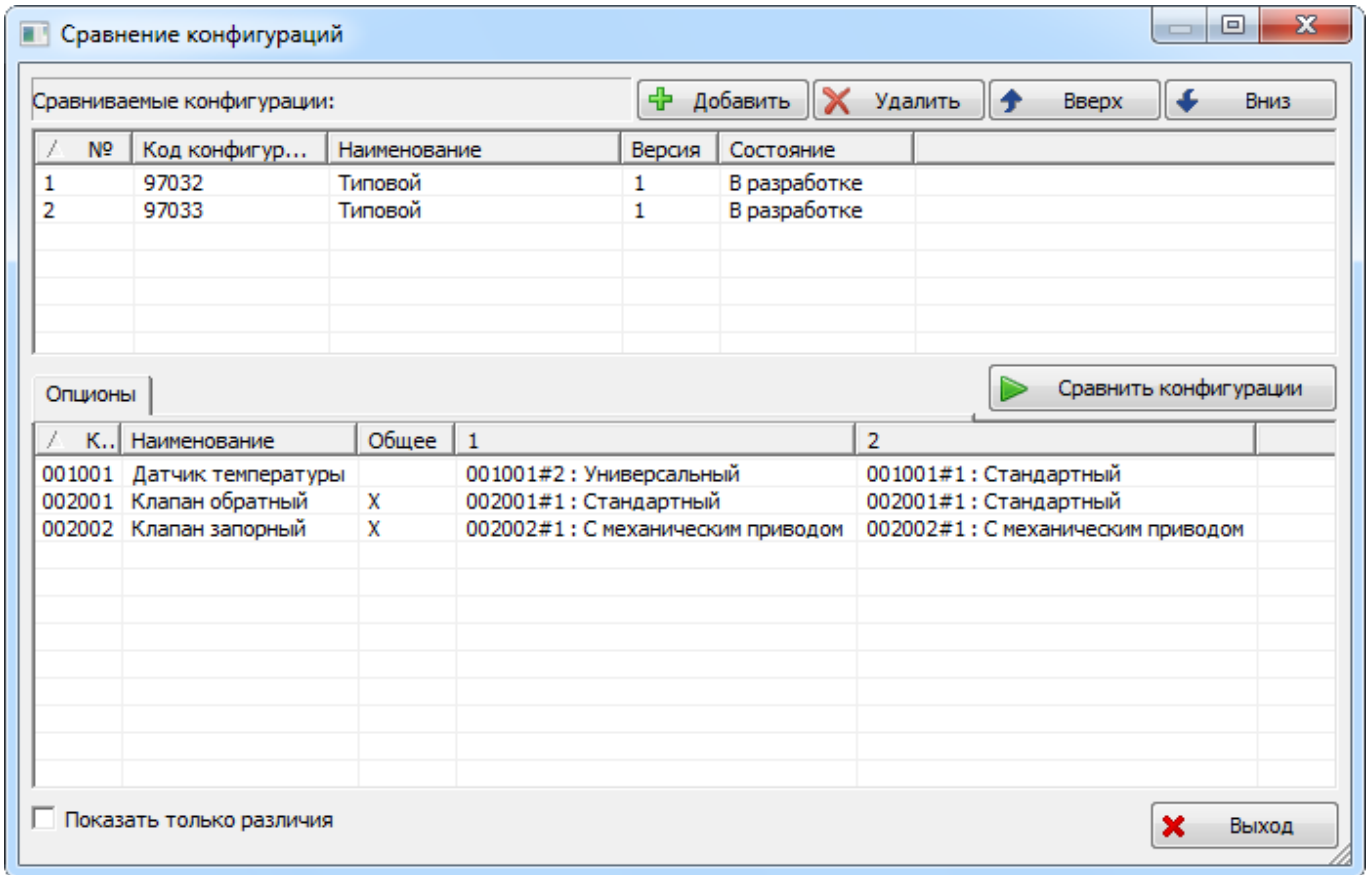

Рис. 10-217 – Сравнение двух конфигураций
2) Нажать кнопку «Добавить». В появившемся окне «Поиск» выбрать конфигурацию для сравнения и нажать «ОК» (рис. 10-217).